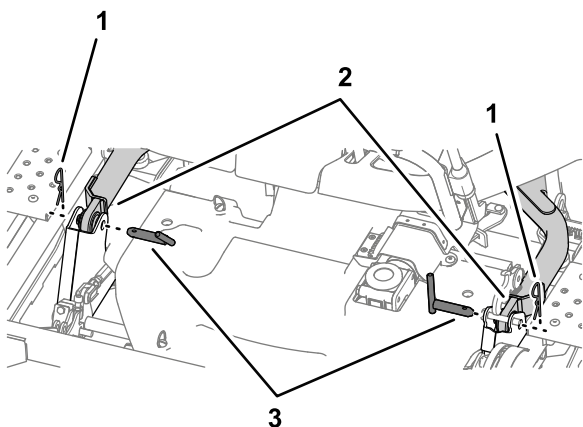

Figura 115
10. Îndepărtați cele 2 cuie de osie i 2 cuie spintecate care fixează braele de ridicare pe fiecare parte a punii mainii de tuns iarba (Figura 115).
6. Montai cuiul de osie și cuiul spintecat pentru a fixa braele de ridicare pe fiecare parte; consultați Figura 115 din Demontarea punii mainii de tuns iarba \(Pagină 75\).